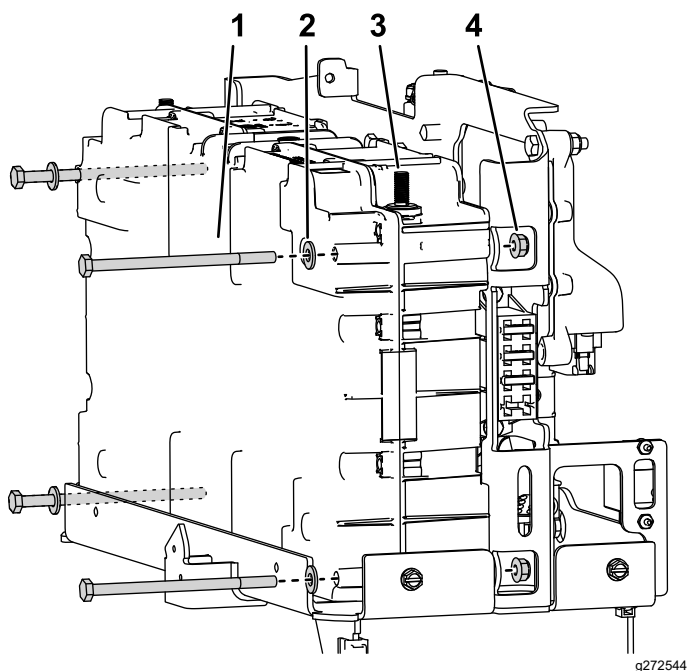

Figura 8
3. Posizionate la batteria nella piattaforma della batteria e montate la bulloneria come illustrato nella Figura 8.